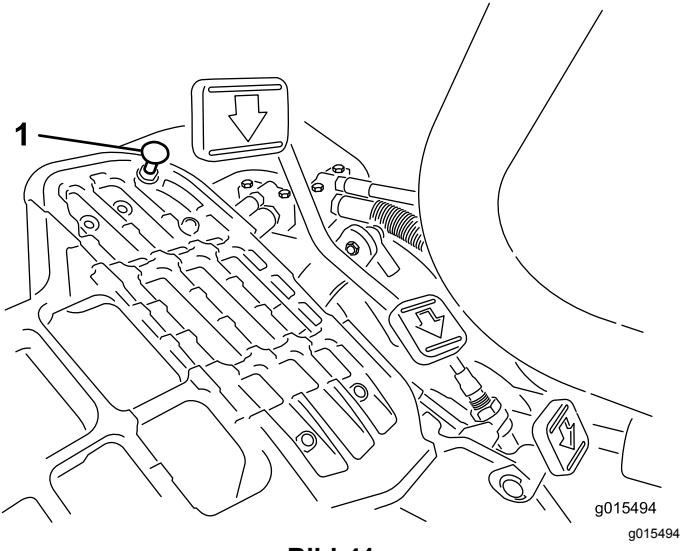

Bild 41
Stellen Sie den Funktionsschalthebel in die TRANSPORT-Stellung und treten Sie auf das Fahrpedal, um die maximale Transportgeschwindigkeit zu erreichen. Wenn das Pedal den Anschlag erreicht (Bild 41), bevor das Kabel gespannt ist, führen Sie folgende Einstellungsschritte aus:
1. Stellen Sie den Funktionsschalthebel in die TRANSPORT-Stellung lösen Sie die Sicherungsmutter, mit der der Pedalanschlag an der Bodenplatte befestigt ist (Bild 41).